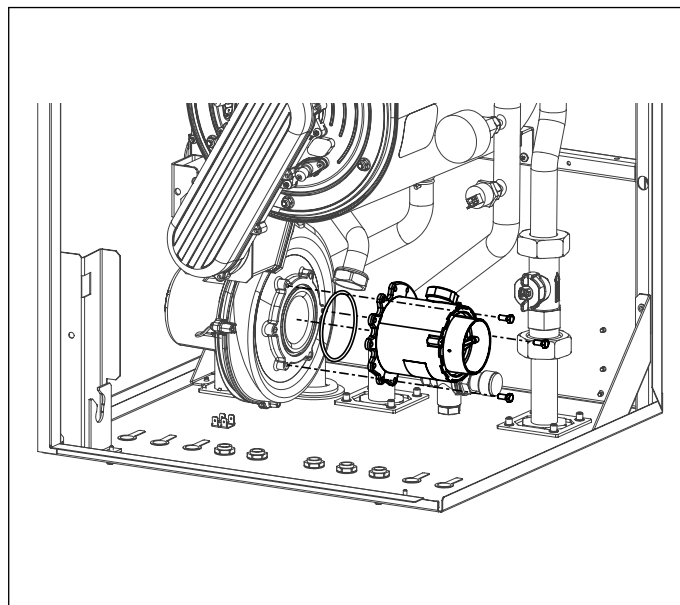

Fig. 42 Amestecător
- Înlăturați amestecătorul desfăcând cele trei șuruburi tip imbus (vezi Fig. 42 Amestecător).
- Montați amestecătorul reasamblat la ventilator cu șuruburile cu imbus, având grijă să re poziționați între amestecător și ventilator, garnitura inelară de etanșare (vezi Fig. 42 Amestecător).